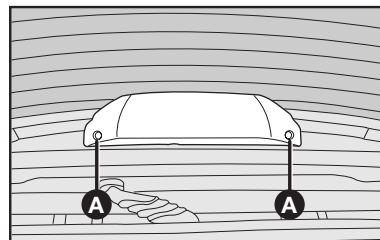

fig. 39
1) con la tapa de baúl abierta, retirar los tornillos **A fig. 39** y desmontar el conjunto de la 3ª luz de freno;